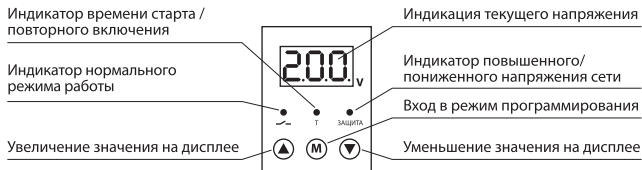

Рисунок 3. Лицевая панель реле
6.3. В реле предусмотрена возможность регулировки значений верхнего и нижнего напряжения, а также времени его срабатывания. Текущее состояние реле отображается на LED-дисплее и индикаторах (рисунок 3).